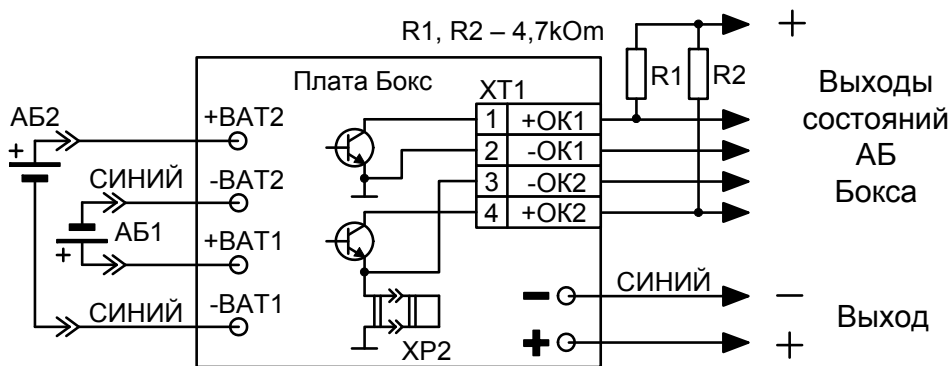

Рис.3
- с помощью двух выходов «ОК» (типа «открытый коллектор») при подключении к другим источникам питания и контролем состояния АБ Бокса внешними устройствами (схема подключения Рис.3). Максимально допустимые напряжение и ток коммутации выходов «ОК» – 30 В, 100 мА.
2.2.5 Порядок подключения к другим источникам питания и внешним устройствам (схема рис.3).
1) Подключить провода кабеля, идущего от интерфейсного разъема ХТ1 Бокса, к соответствующим клеммам внешнего контролирующего устройства (КУ) согласно схеме приведенной на Рис.3. Резисторы R1, R2 могут быть в пределах 4,7...30 кОм и выбираются пользователем в зависимости от характеристик (КУ), например, из состава ЗИП (КУ).
2.3.2 При подключении Бокса по схеме на рис.3 Бокс производит тестирование батарей по внутреннему алгоритму в автономном режиме. Состояние выходов ОК1 и ОК2 соответствуют таблице 1.